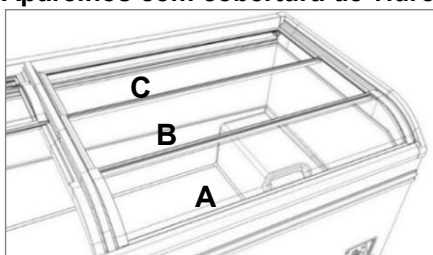
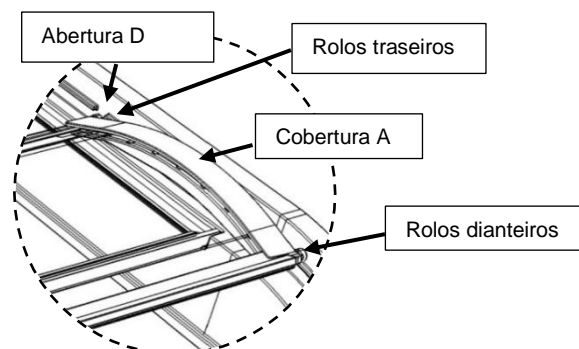

Fig.7: cobertura de vidro "Pushback" (3 partes)
Fig.8: excerto da cobertura de vidro "Pushback"
1. Deslizar a cobertura dianteira A (consultar → Fig.7) com a pega para trás, até à abertura D (consultar → Fig.8).
3. Caso esteja disponível, levantar para fora a cobertura B central (consultar → Fig.7).
4. Levantar para fora a cobertura C (consultar → Fig.7).
1. Inserir a cobertura traseira C (consultar → Fig.7)
2. Inserir a cobertura central B (consultar → Fig.7) e deslizar aprox. 5 cm para a frente, através da abertura D (consultar → Fig.8).
3. Inserir a cobertura A com os rolos traseiros na abertura D (consultar → Fig.7/8).